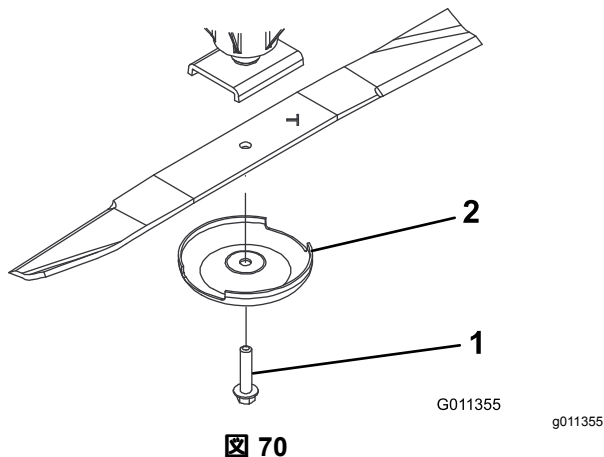

図 70
3. ブレードの一端部をウェスで包むか手に頑丈な手袋をはめるかして、ブレードを手で持ち、ブレードボルト、芝削り防止カップ、ブレードをスピンドルシャフトから外す **図 70**。
4. ブレードを取り付ける時は、セール立ち上がっている部分がデッキの天井を向くように取り付け、芝削り防止カップをつけてブレードボルトで固定する **図 70**。